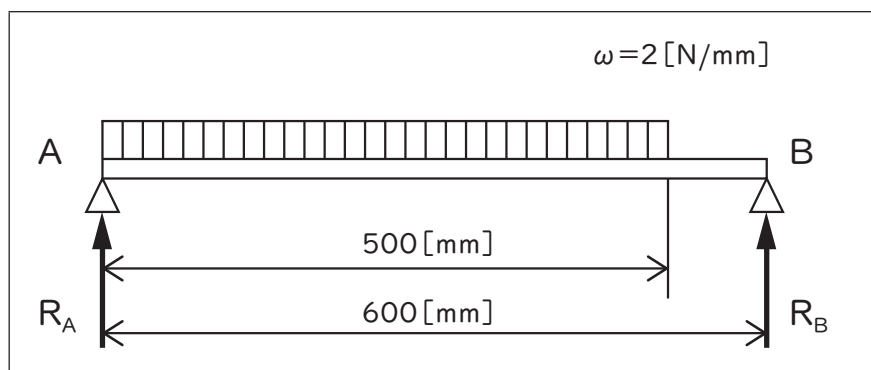

図3
(9) 次の図3に示す等分布荷重を受ける単純支持ばりについて、反力 R_A [N]、 R_B [N]の値の組合せとして、最も適切なものを1～5から一つ選べ。解答番号は